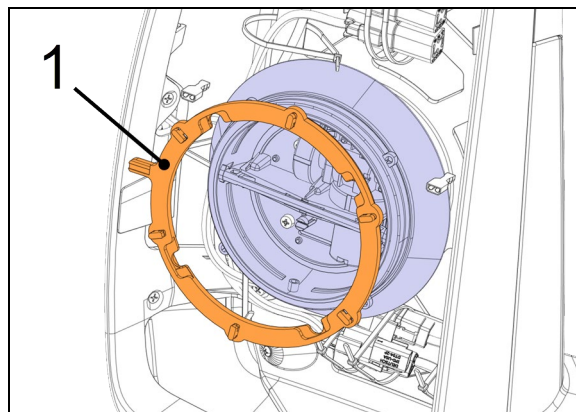

FIGURE 90 : ANNEAU DE VERROUILLAGE
5. Retirer l'anneau d'arrêt du moteur (item 1, Figure 90).